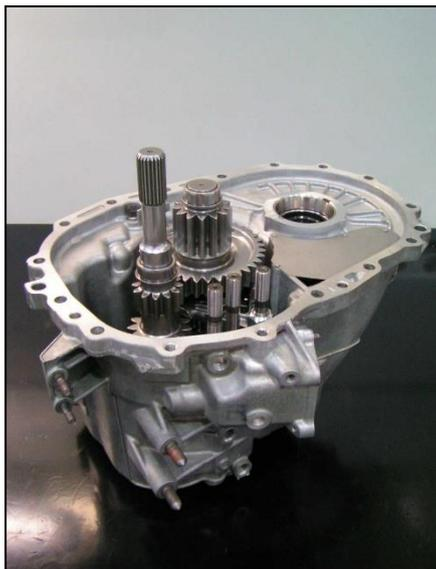

Bild 5
- Die beiden Wellen mit dem Lagerträger und den Schaltgabelachsen in ein original Mitsubishi Getriebegehäuse einsetzen (siehe Bild 5).